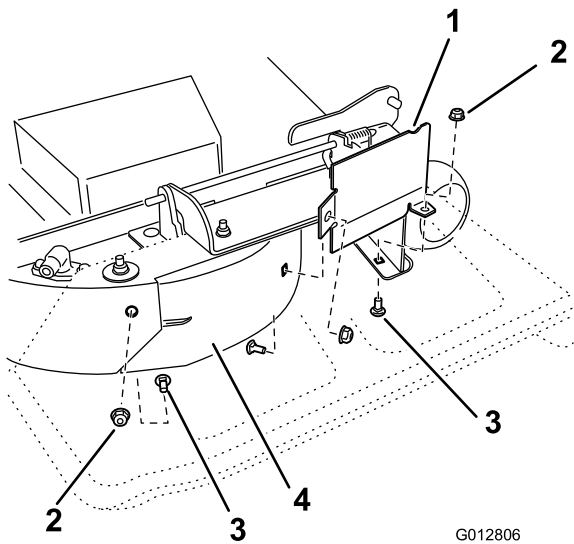

Figura 33
9. Retire el perno de cuello cuadrado (5/16 x 3/4 pulgada) y la contratruerca (5/16 pulgada), situados en la pared trasera de la plataforma de corte, que sujetan el deflector a la plataforma (Figura 33).
10. Localice el protector del deflector en el borde delantero del orificio de descarga lateral. Retire las fijaciones que sujetan el protector del deflector y el deflector derecho a la plataforma de corte, según se muestra en Figura 33. Retire el protector del deflector y guarde todos los herrajes.
12. Instale las fijaciones retirados anteriormente en los taladros delanteros de la placa de descarga y en el taladro delantero de la plataforma (Figura 33).